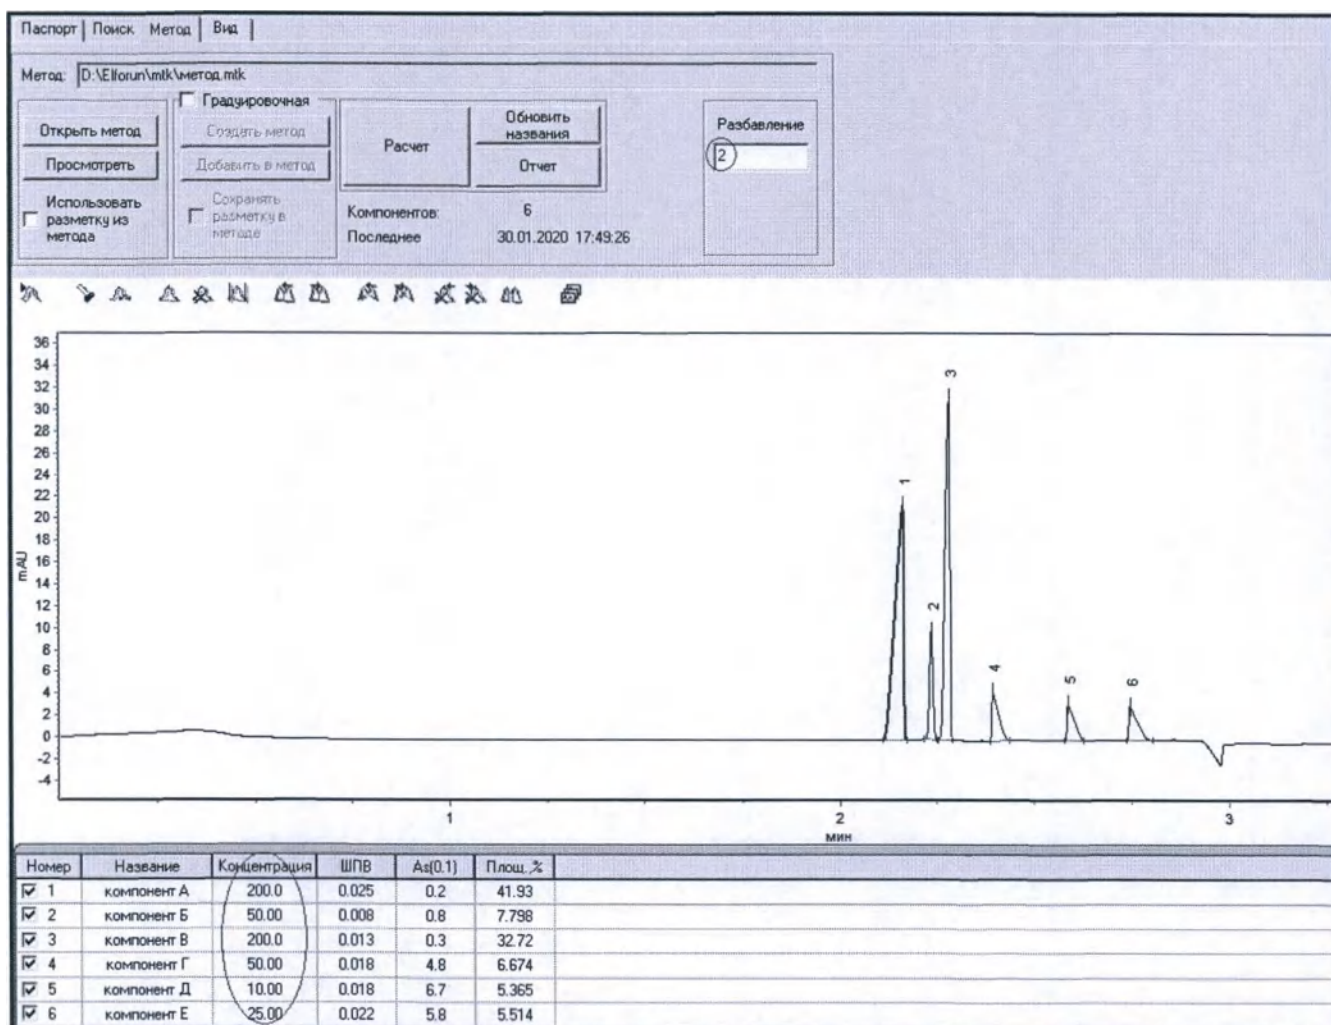

Рисунок 73 – Отображение значения концентрации
- В случае установки метки пика *Имя + количество* (метки пиков для уже записанной ЭФГ можно изменить во вкладке *Вид* раздела *Параметры ЭФГ*), над пиком соответствующего компонента наряду с именем будет показано численное значение его концентрации в анализируемом растворе. Такое значение концентрации отражается в *Таблице компонентов* в столбце *Концентрация* (рисунок 73).